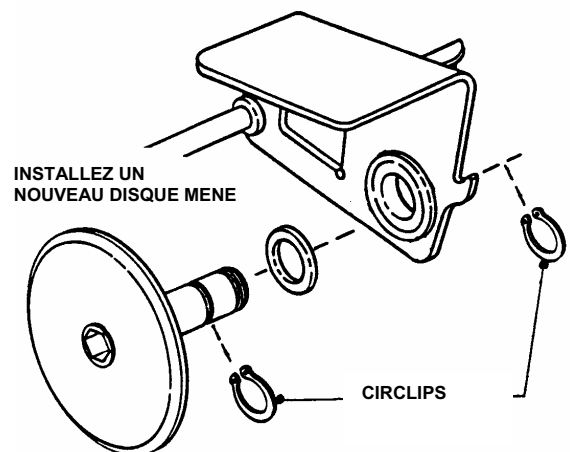

FIGURE 4.13
3. Retirez les deux circlips qui maintiennent le disque mené à son dispositif. Voir figure 4.13.